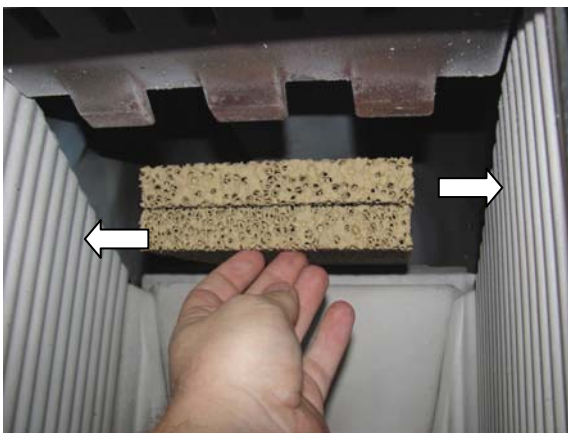

Abb. 6: Seitliches Verschieben Filterplatten
2. Über die hintere Feuerraumschamotte, ganz nach hinten in den Feuerraum legen (Abb. 6).
3. Die Platten seitlich verschieben (Abb. 6).